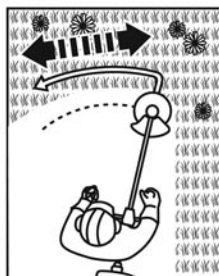

Рис. 26
- > Выполняйте медленные и регулярные проходы устройства по дуге слева направо и возвращайте устройство в исходное положение, прежде чем переходить к следующему участку (рис. 26).